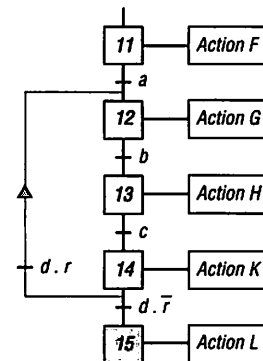

Fig. 21 : Reprise de séquence.
5.3. Reprise de séquence (fig. 21)
Exemple : Le GRAFCET (fig. 21) indique la reprise de séquence 12-13-14 tant que la réceptivité  $d \cdot \bar{r}$  ne s'est pas effectuée.